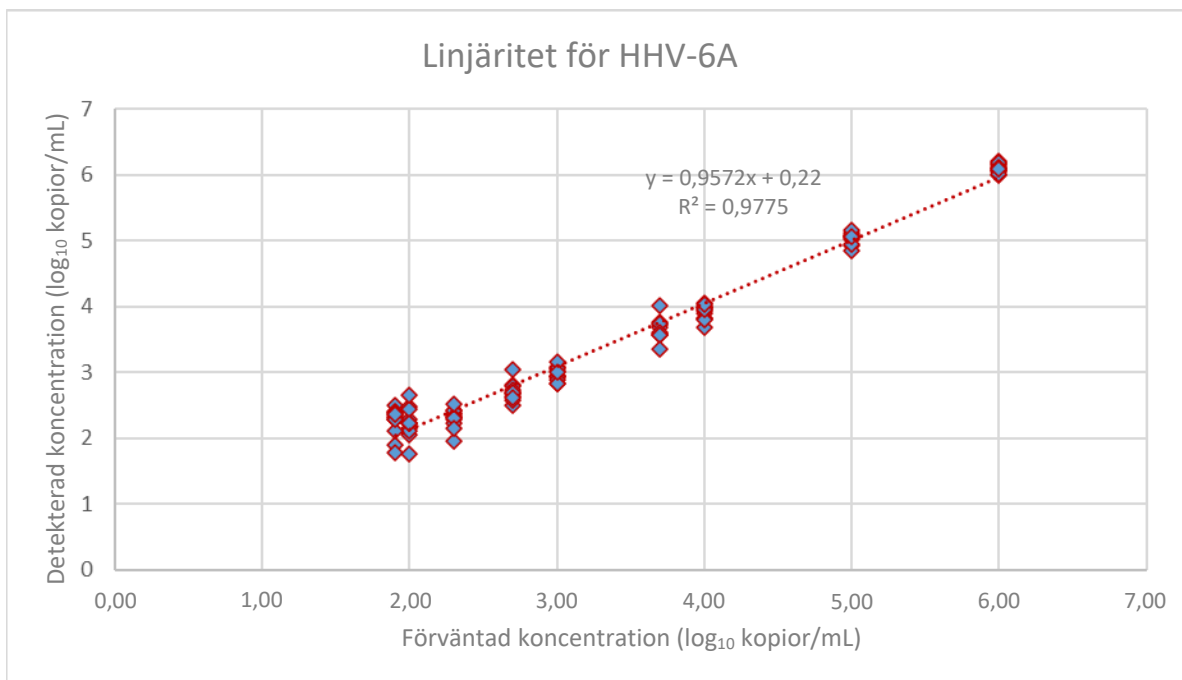

Bild 2: Linjäritet för NeuMoDx™ HHV-6 Quant Assay för HHV-6A
Linjäriteten för NeuMoDx™ HHV-6 Quant Test Strip fastställdes i plasma genom att preparera en spädningsserie med HHV-6A-verifieringspanelen (Exact Diagnostics) och EDX HHV-6B-verifieringspanelen (Exact Diagnostics). Åtta (8) seriella spädningar av HHV-6A/HHV-6B-paneler preparerade i negativt human HHV-6A-/HHV-6B-plasma skapades för att sträcka sig över ett koncentrationsintervall på 6–2 log₁₀ kopior/mL. HHV-6A-/HHV-6B-analyskoncentrationer som NeuMoDx™ System rapporterat jämfört med förväntade värden visas på bild 2 och 3.